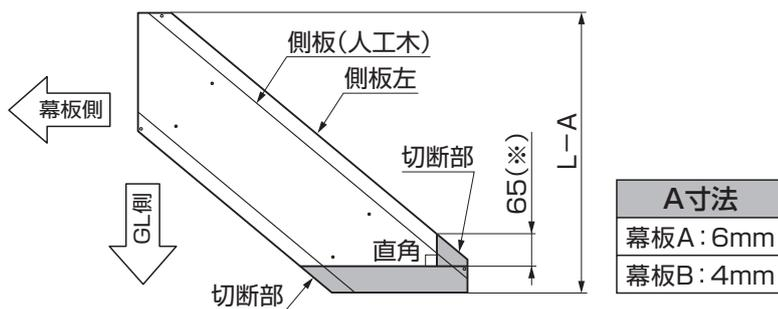

図2-4
- ② 側板の下側を切断してください。(図2-4参照)
③ 側板キャップ表用を取付けるため、図2-4の寸法65mm(※)に切断してください。